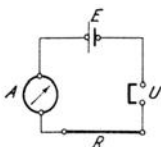

Fig. 170.
b) Schalte der Reihe nach jede Kette  $E$  (Fig. 170) mit dem Strommesser  $A$ , dem Ausschalter  $U$  und dem Widerstandsatz  $R$  in einen Stromkreis, verbinde dabei den negativen Pol der